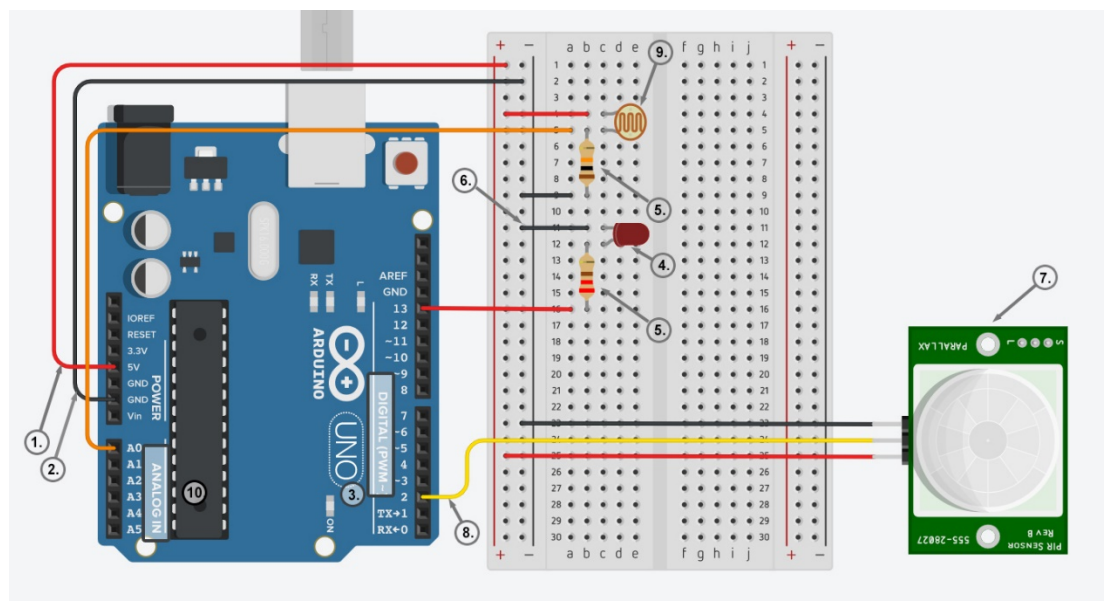

Figure 2: Diagram of the circuit
Le schéma suivant (Figure 2) présente la manière dont les composants du circuit, c'est-à-dire une LED, un capteur PIR et une photorésistance (en option), doivent être connectés. Au début, la maquette doit être alimentée (5V) (1) et la masse (GND) (2), via des cavaliers qui sont respectivement connectés aux colonnes + et - de la maquette. Utilisez l'une des broches numériques (3) (broche 13 dans l'exemple) pour connecter l'anode de votre LED (4) à travers la résistance de 220Ω (5). Connectez la cathode de votre LED à la masse (6)